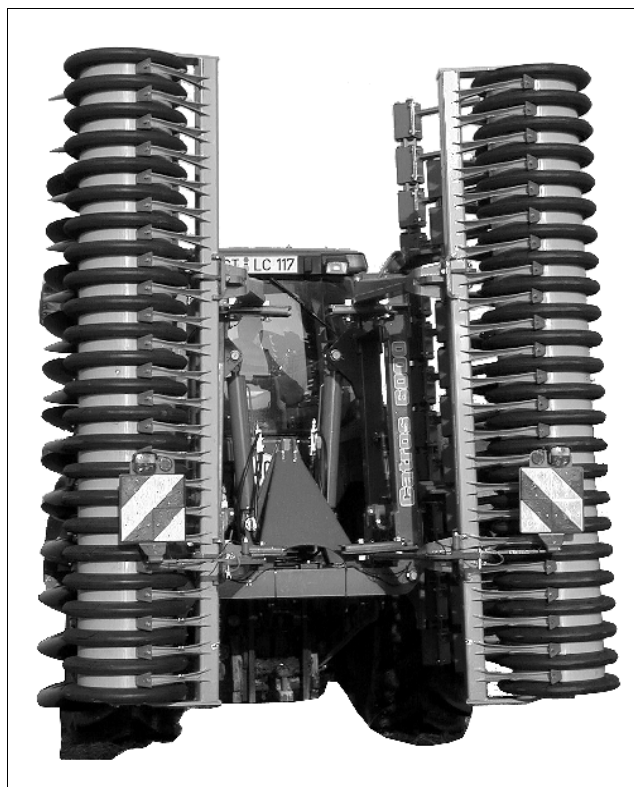

Рис. 11
- 3 м транспортная ширина не должна превышать! Складывайте сегменты катков. (Рис. 11)!
- Консоли сложить (Рис. 11) и защитить при помощи шарового крана от нежелательного раскладывания!